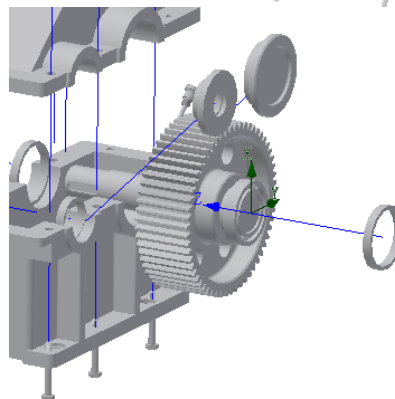

图 12-83 参照坐标系
②选择零部件移动的方向，将鼠标指针移动到轴承零件上的时候，会出现一个参照坐标系用来指示方向，如图 12-83 所示，单击左键即在图样上创建该坐标系，同时完成移动方向的选择，零部件发生移动的时候将会沿着指定的该坐标系的某一条坐标轴移动，或者围绕该坐标系的某一条坐标轴旋转。